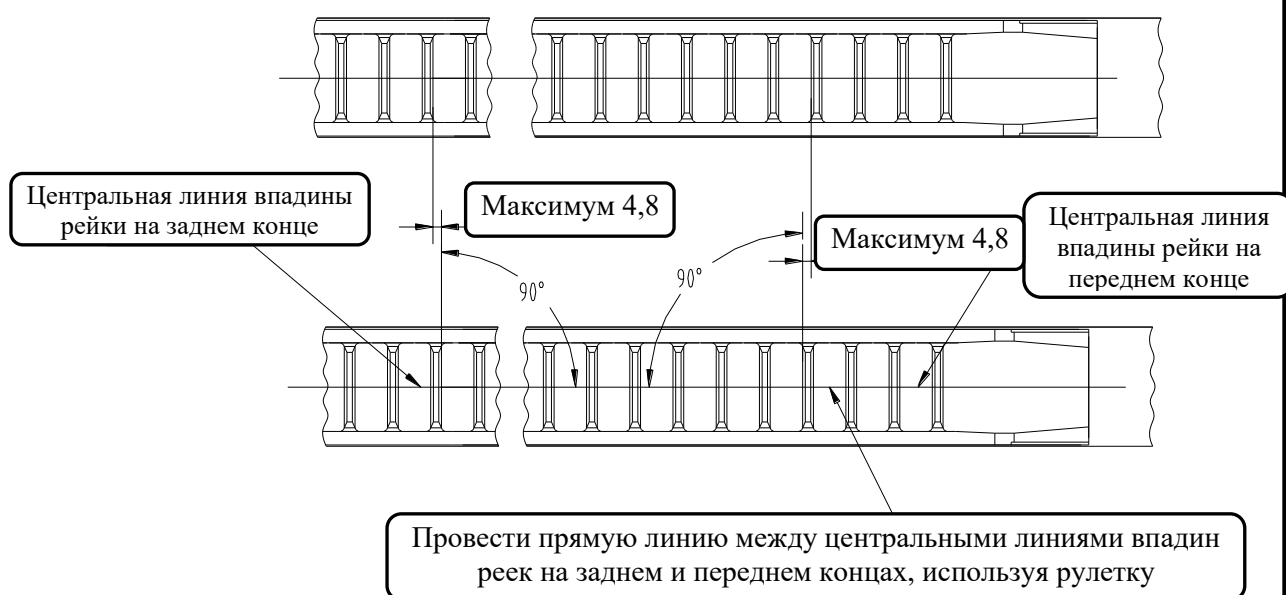

Рисунок 6-4. Требования к центрированию реек с двух сторон
2. Центрирование реек на двух сторон (см. рисунок 6-4).